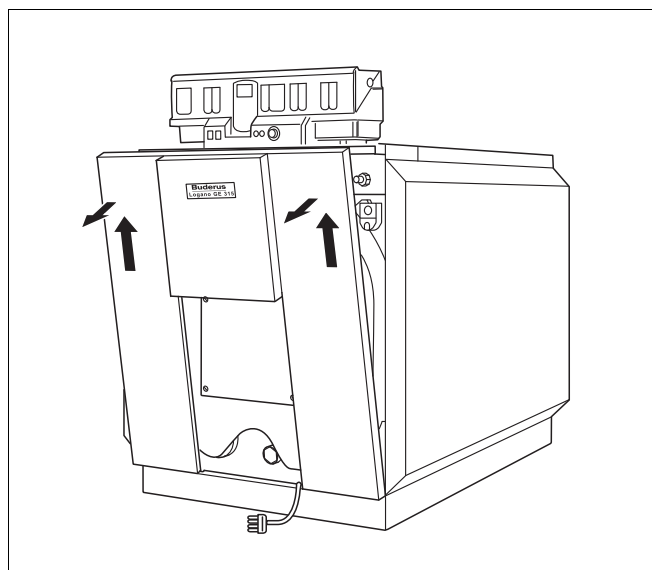

Fig. 50 Rimuovere il pannello anteriore
- Sollevare leggermente la parete anteriore ed estrarla in avanti (fig. 50).